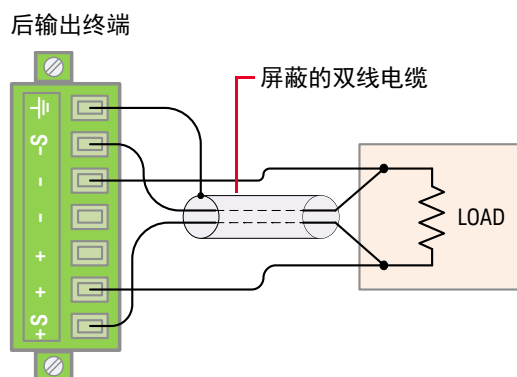

图 3-1 远程感应连接
- 4 使用一字螺丝刀松开顶部螺丝，并使用屏蔽的双线电缆将后输出终端块感应（S+ 和 S-）和输出（+ 和 -）终端连接到负载（如图 3-1 所示）。
必须连接感应输出（S+ 和 S-）。此连接器必须以本地（图 3-2）或远程（图 3-1）方式连接。
- 2 拆除 U3606B 感应 (S+ 和 S-) 与输出 (+ 和 -) 终端之间的连接。使用屏蔽的双线电缆将 U3606B 感应终端连接到负载, 如图 3-1 所示。将感应引线连接到负载时, 请观察极性。